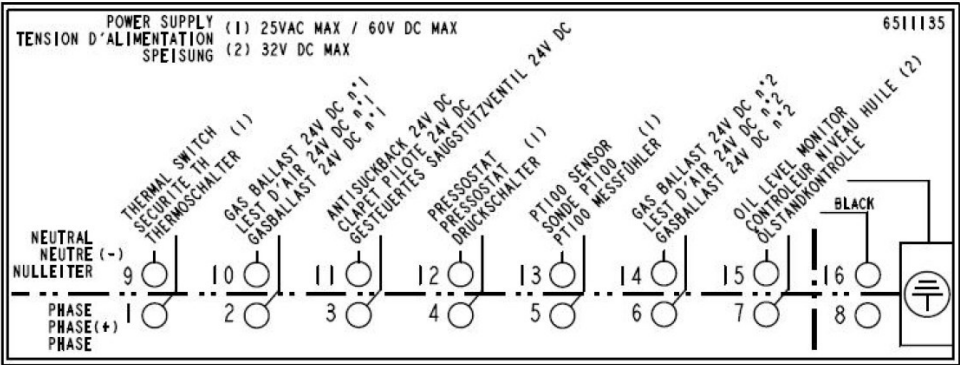

图 5
必须在接线盒中进行连接（见图. 5）。
当油温超过（115 °C/239 °F）时，就会停泵。也可连接一个报警系统。（见图. 5）
在接线盒中进行连接（见图5）。
与电机触点线圈串联接线（能在缺油时停泵）见图5。
■ 24 V 直流电磁气镇阀。必须在接线盒中进行连接（见图5）。